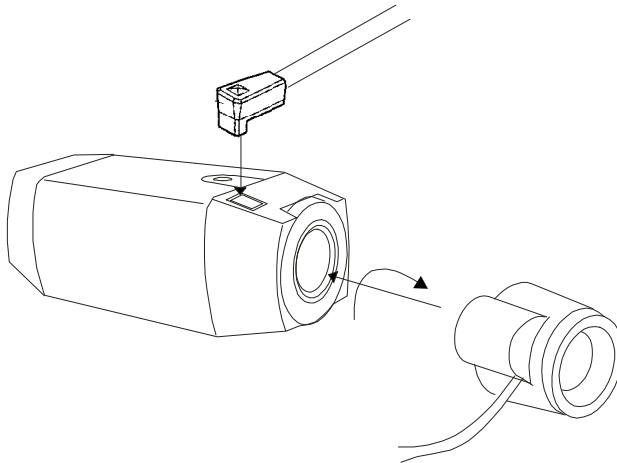

ABBILDUNG 3.
- A. Einschrauben des automatischen Blendenobjektivs in die Objektivfassung an der Vorderseite der Kamera. (Siehe Abbildung 3).
- A.** Einschrauben des automatischen Blendenobjektivs in die Objektivfassung an der Vorderseite der Kamera. (Siehe Abbildung 3.)